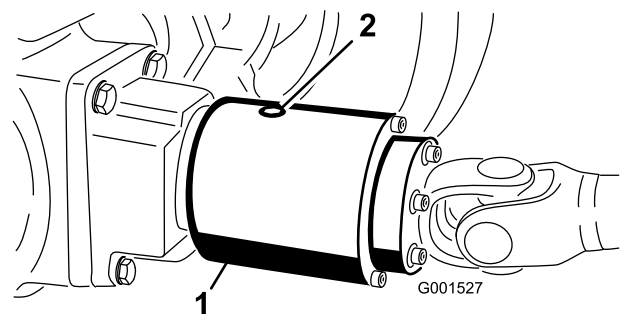

Figure 62
2. Tournez l'embrayage (Figure 62) pour placer le bouchon de contrôle à la position 4:00 heures.